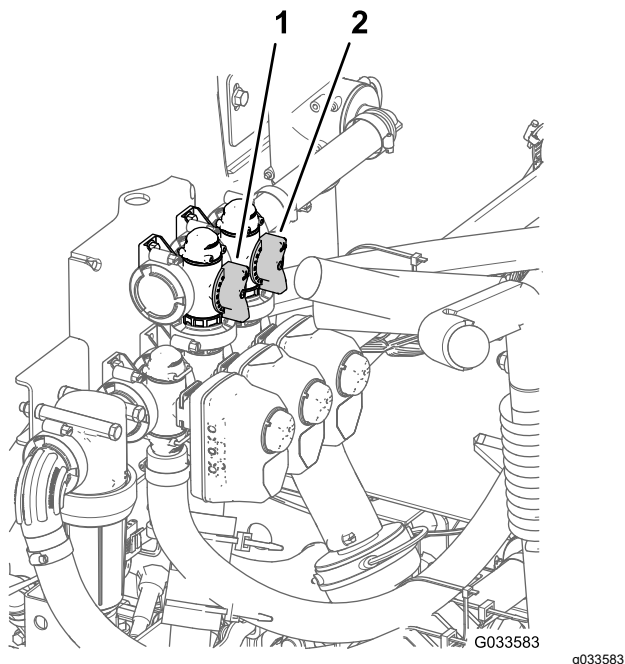

Figura 72
11. Reglați supapa de bypass de agitare (Figura 72) pe partea din spate a supapei de agitare până când valoarea presiunii indicată de manometru este de 6,9 bar.
8. Reglați maneta de bypass din secțiunea principală pentru a controla nivelul de agitare din rezervor (Figura 72).